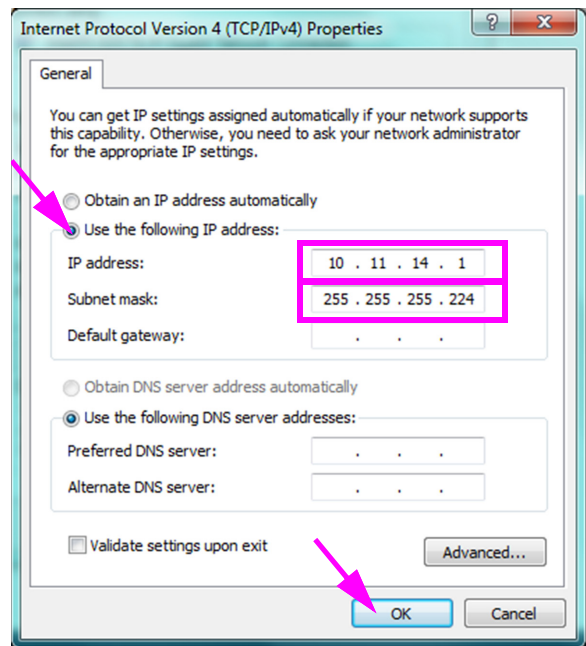

图 2-43. Internet Protocol Version 4 (TCP/IPv4) Properties (Internet 协议版本 4 (TCP/IPv4) 属性) 屏幕
9. 在屏幕上，选择 **Use the following IP address: (使用以下 IP 地址:)**。参见图 2-43。